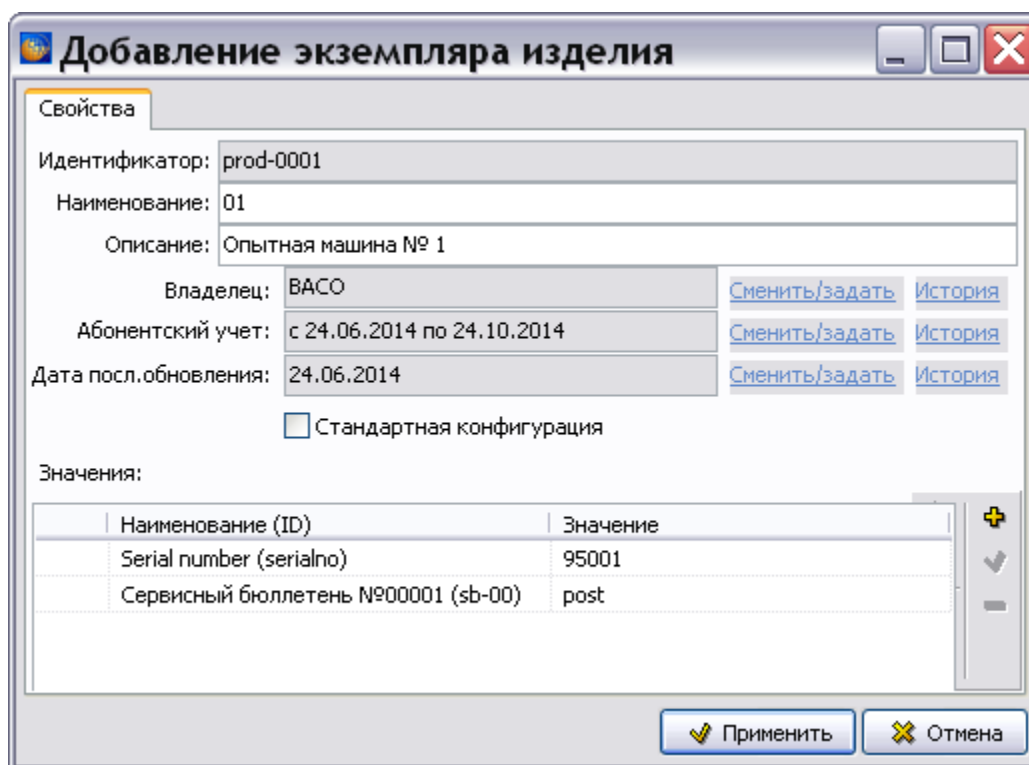
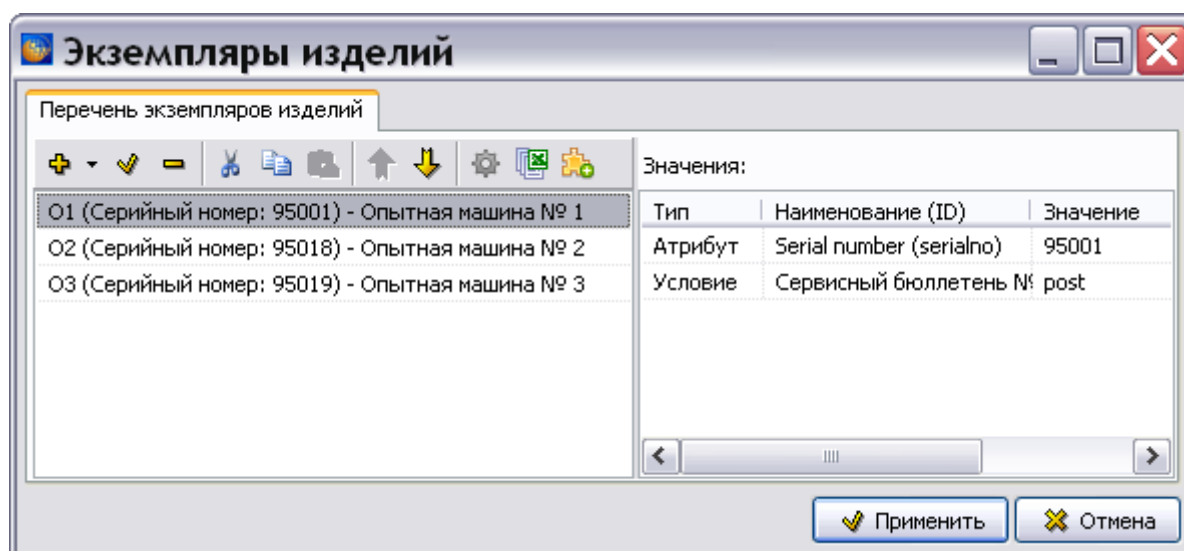

Рис. 22.33
Рис. 22.35
6. Нажмите на кнопку **Применить**. Диалоговое окно **Изменение значения** закроется, а в окне **Добавление экземпляра изделия** отобразятся данные выбранного атрибута / условия (Рис. 22.33).
- Введите значения для всех обязательных атрибутов и условий, кроме динамических условий (Рис. 22.33).
После добавления экземпляра изделия в диалоговом окне **Добавление экземпляра изделия** нажмите на кнопку **Применить** (Рис. 22.33). При этом произойдет возврат в окно справочника экземпляров изделий, в котором отобразятся название и обозначение созданного экземпляра изделия. Пример справочника экземпляров изделий показан на Рис. 22.35.